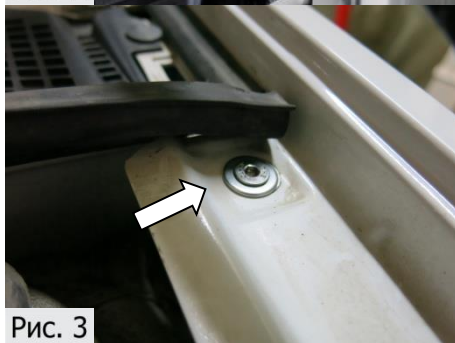

Рис. 3
3. Заменить второй болт крепления крыла (ближний к лобовому стеклу) на винт М6х16 с шайбой 6. Затянуть винт М6х16 вставкой-битой HEX4мм с усилием 9 Нм, (Рис.3).